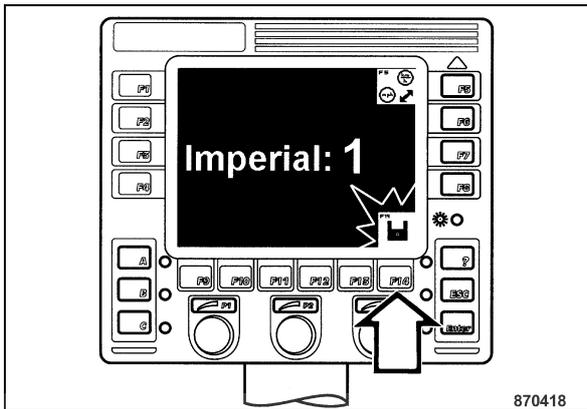

fig. 126
- Appuyer sur la touche "F14" après avoir effectué les modifications désirées (fig. 126). Le symbole "Mémoire" s'allume momentanément en vert sur le diplay.